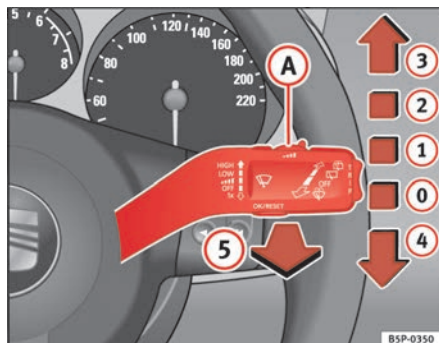

Fig. 85 Palanca del limpia-lavacristales
La palanca del limpiacristales ⇒ fig. 85 tiene las siguientes posiciones:
- Si se detiene el vehículo estando el limpiaparabrisas funcionando en la posición ⇒ página 127, fig. 85 **2** o en la posición **3**, automáticamente comenzará a funcionar en una posición inferior. Si el vehículo reinicia la marcha, el limpiaparabrisas seguirá funcionando en la posición seleccionada originalmente